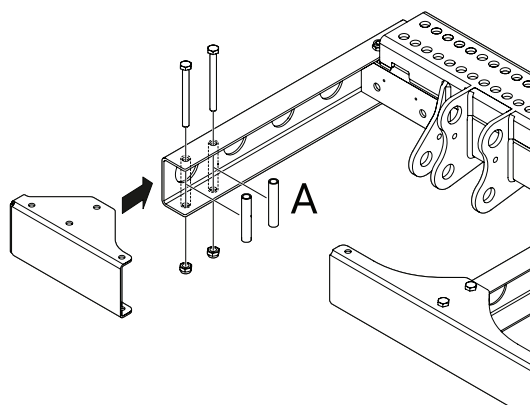

Figura 38. Montaje de perfil de chapa externo (ZU)
Monte los perfiles exteriores de chapa metálica con 2 tornillos M10x110 cada uno. Monte los tubos espaciadores (A) en el perfil en U de las consolas. Consulte Figura 38.